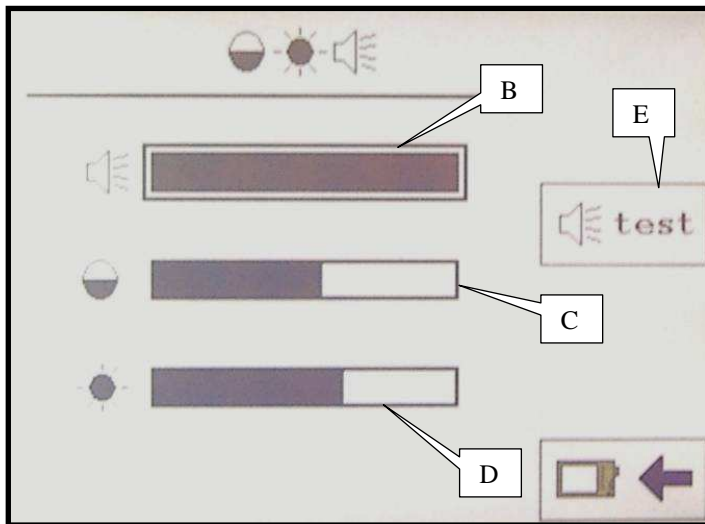

Fig. 2
Poi dopo qualche secondo la **página lavoro 1/3** verrà visualizzata automaticamente (Fig.2).
- **Página di lavoro 1/3 : Pagina di lavoro principale** (Fig.2)
Vous pouvez modifier les paramètres suivants (Fig.2) :
You can modify the following parameters (Fig.2) :